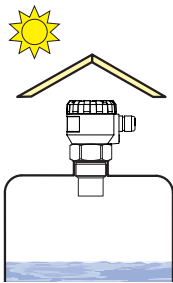

Abb. 13: Sonnenschutz gegen direkte Sonneneinstrahlung
- Der Füllstandsmesser darf nicht an Stellen mit direkter **Sonneneinstrahlung** installiert werden und ist vor Wettereinflüssen zu schützen. Ist die Installation an Stellen mit direkter Sonneneinstrahlung unvermeidlich, ist über dem Füllstandsmesser **Sonnenschutz** anzubringen (Abb. 13).